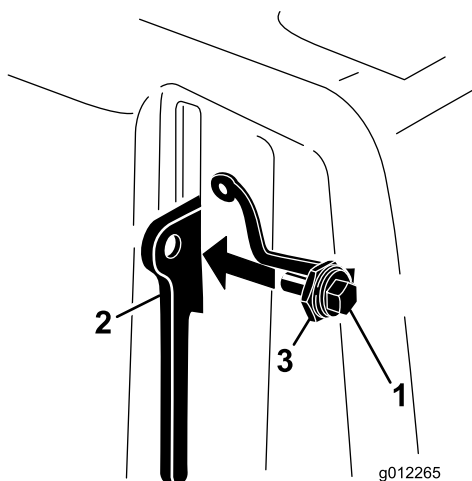

Figura 10
3. Inserite il bullone nella leva del dispositivo di fermo del paracinghia (Figura 10).